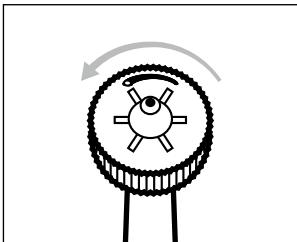

Fig. 4
- ◆ Drej børsteregulatoren **1** med fingrene mod uret, så der dannes en enkeltstråle, hvorefter du kan fjerne madrester målrettet på svært tilgængelige steder (se fig. 4 og 5).